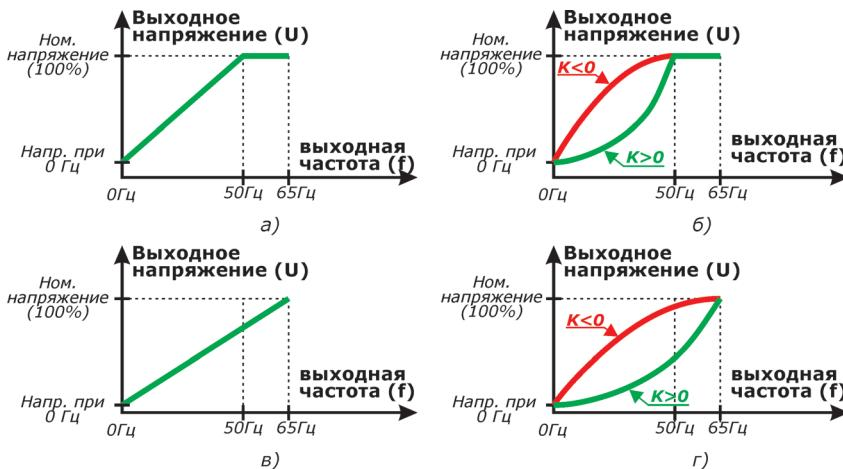

Рисунок 4.4 - Виды характеристики U/f:
- **линейная** - обеспечивается линейное соотношение между частотой и напряжением (см. рисунок 4.4 а, в). Характеристика используется в механизмах с постоянным моментом нагрузки на валу (т.е. не зависящим от скорости рабочего органа). Такой механической характеристикой обладают механизмы, преодолевающие трение (прокатные станы, бумагоделательные машины и др.), совершающие подъем грузов или работу при неупругих деформациях (гибочные и пакетирующие механизмы). Мощность, потребляемая двигателем, в таких механизмах с ростом скорости изменяется линейно.
- **квадратичная** - напряжение двигателя изменяется по квадратичной зависимости по мере возрастания частоты от 0 Гц до номинальной частоты двигателя (см. рисунок 4.4 б, г). Характеристика используется в механизмах с моментом нагрузки, зависящим от скорости (насосы, вентиляторы).